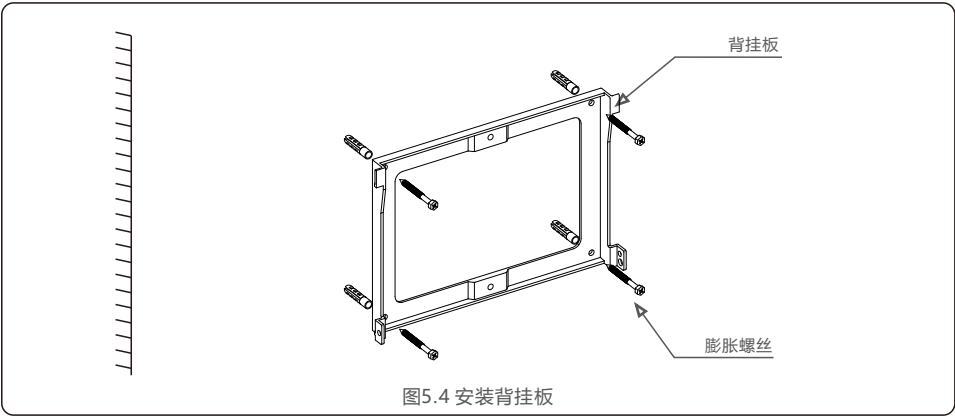
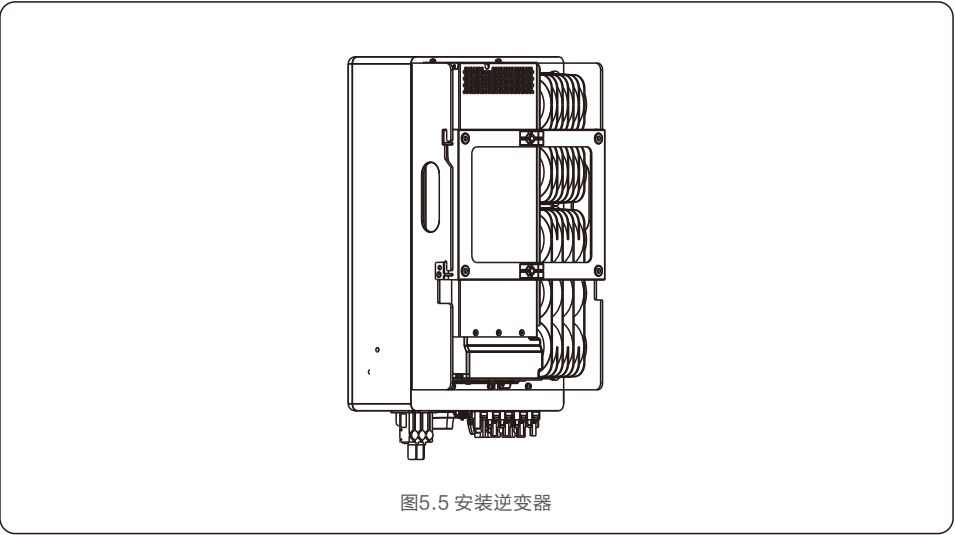

图5.4 安装背挂板
图5.5 安装逆变器
参考图 5.4 以及图 5.5 来安装逆变器。逆变器必须垂直安装。安装步骤如下:
- 2. 确保支架是水平的, 安装孔 (如图5.4) 是正确标记的。通过标记处钻入墙。